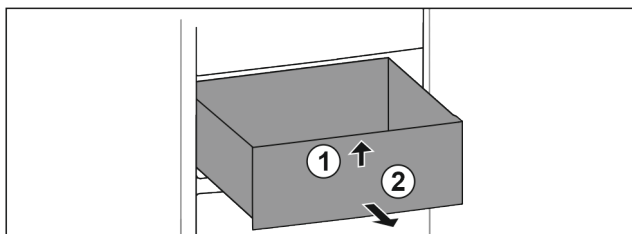

Fig. 63
- ▶ Підняти висувний ящик спереду. Fig. 63 (1)
- ▶ Вийняти висувний ящик рухом вперед. Fig. 63 (2)